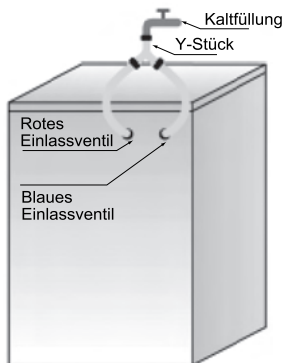

Abb. 2
**Wenn Sie nur die Kaltabfüllung anschließen möchten (Abb. 2):**